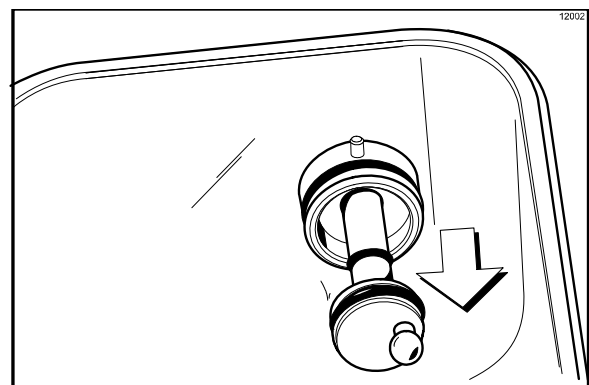

Abbildung 103
10. Die Pumpenantriebswelle aus der Antriebsnabe in der Rückwand des Vorratsbeckens herausnehmen. (Siehe Abbildung 103.)